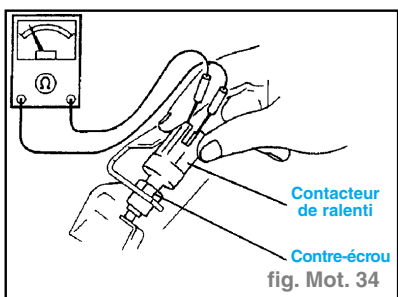

fig. Mot. 34
- Déplacer le contacteur de ralenti avec la pédale d'accélérateur comme décrit puis mettre en place un contre-écrou à l'endroit où il y a continuité dans le contacteur de ralenti. (fig. Mot. 34)